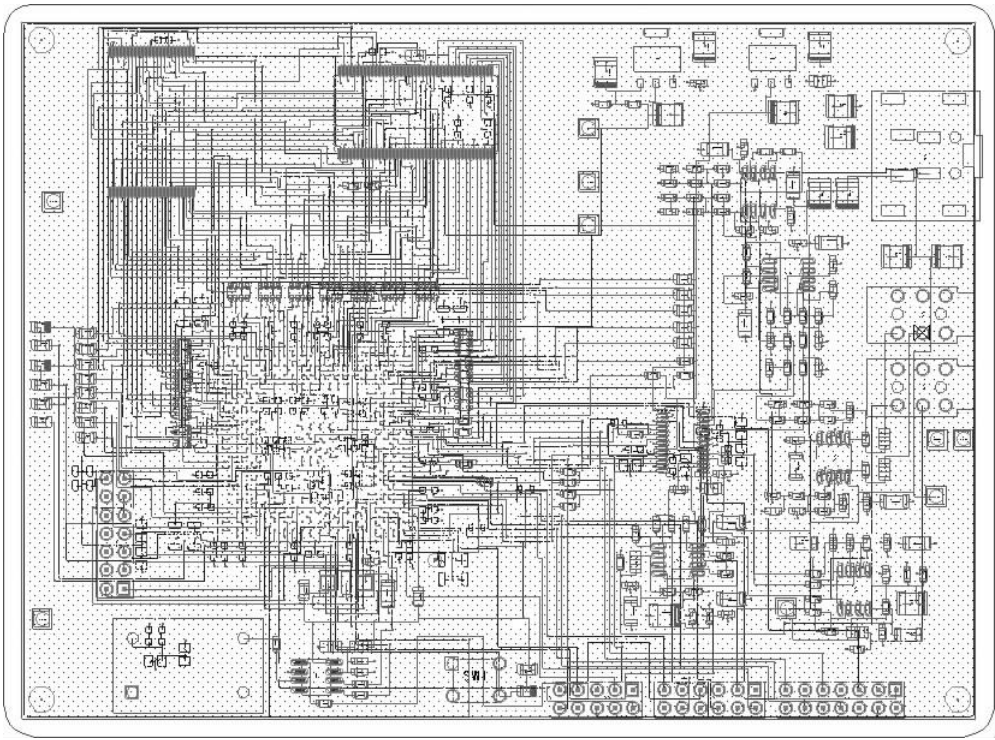

图 12-39 完成布线
3) 布线满意后, 右击鼠标, 在弹出菜单中选择 “Done (完成)” 命令, 完成布线, 如图 12-39 所示。